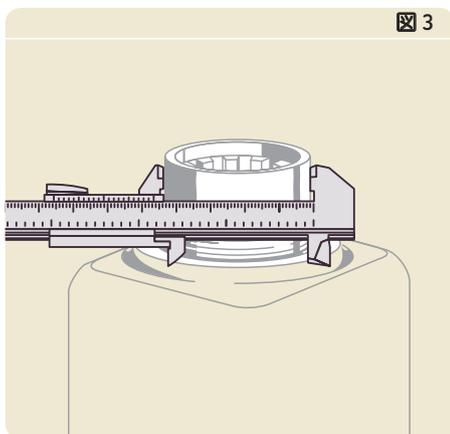

図3
- 2 スリーブが取り付けられる、シャフトの摩耗が確認されない部分の直径を測ります(→ 図3)。3箇所を測定し、測定値を平均して、シャフトが推奨の仕様範囲内であることを確認します。直径の平均が、定められたスリーブサイズの範囲内である場合、スリーブは圧入ばめすることができ、接着剤を使わずに滑りや回転を防止することができます。